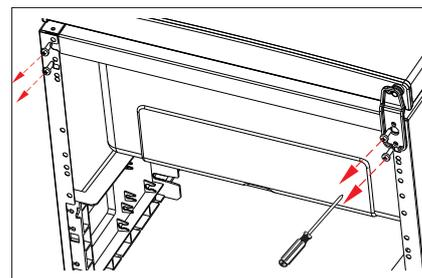

Fig. 2
- ▶ Løsn begge skrue i nederste hængsel med en stjerneskruetrækker (fig. 2).